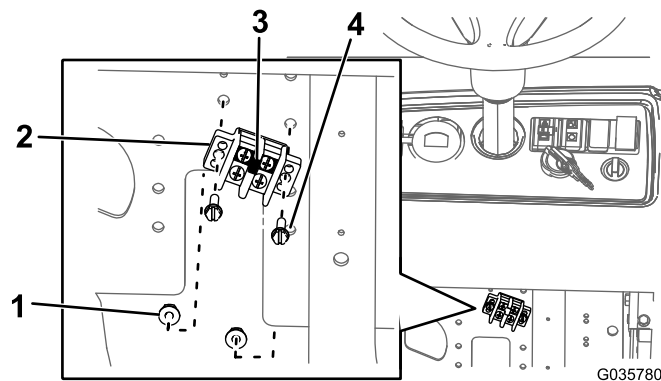

Figure 13
- A. Installez la bride de connexion sur le bloc de mise à la masse (Figure 13).
- B. Fixez le bloc de mise à la masse sur la plaque de montage à l'aide de 2 boulons (n° 10 x 3/4") et 2 écrous (n° 10), comme montré à la Figure 13.